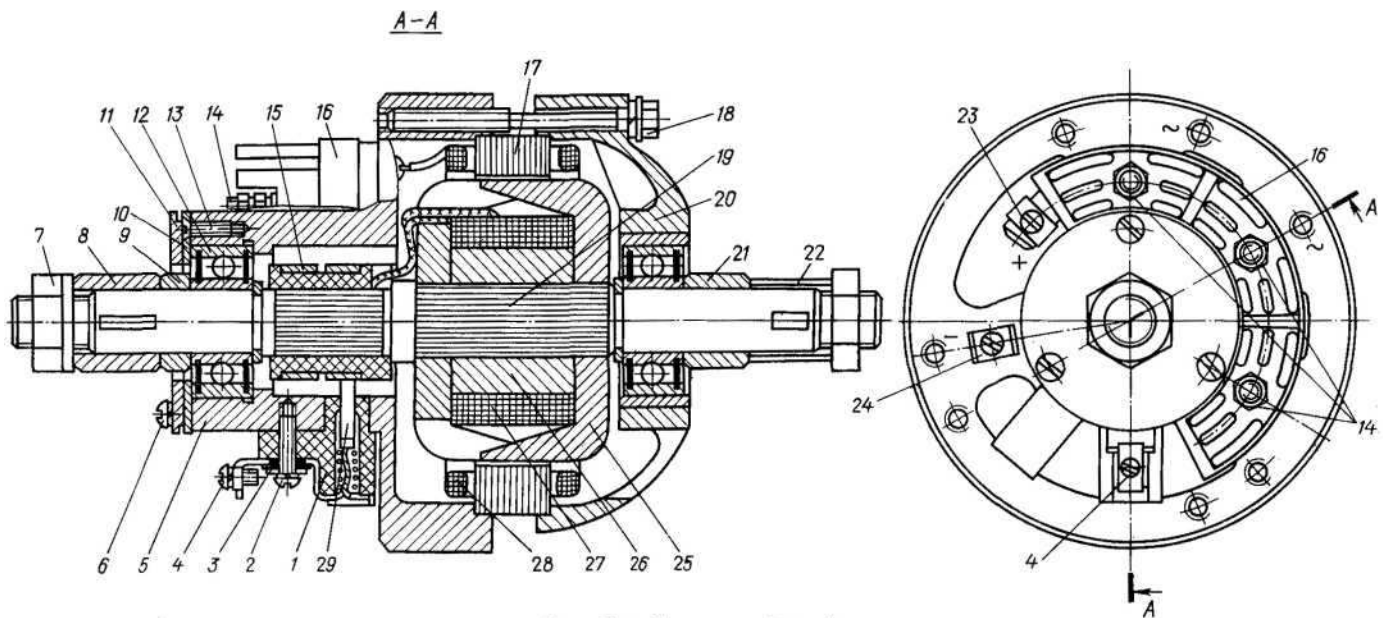

Рис. 204. Генератор Г502-А:
Генератор типа Г502-А (рис. 204) — трёхфазный, шестиполусный, с параллельным возбуждением, со встроенным выпрямительным блоком типа ВБГ-2А, соединённым по трёхфазной мостовой схеме двухполу-периодного выпрямления.
Статор представляет собой пакет пластин 17 (рис. 204) из электротехнической стали, в восемнадцати пазах которого заложена трёхфазная обмотка 28, состоящая из шести непрерывно намотанных катушек. В каждой катушке по 14 витков (в фазе 84 витка) эмалированного провода диаметром 0,96 мм. Концы фазных обмоток припаяны к клеммным выводным винтам 14, которые проходят через стенку крышки 5 со вставленными в её выводные отверстия изоляционными втулками. На этих клеммных винтах снаружи на крышке установлен выпрямительный блок. Обмотки статора соединены звездой.
- отсоедините от шунтовой клеммы генератора провод, снимите щёткодержатели 1 (рис. 204) со щётками и через отверстия в крышке генератора замерьте омметром сопротивление обмотки возбуждения, прикасаясь наконечниками омметра к кольцам. Сопротивление обмотки возбуждения должно быть 7,13...7,18 Ом. Меньшее сопротивление обмотки укажет на наличие замыкания в обмотке, большее — на плохой контакт в местах пайки, а бесконечное — на обрыв;
- отвинтите винты 2 (рис. 204) и снимите щёткодержатели 1 со щётками 29;